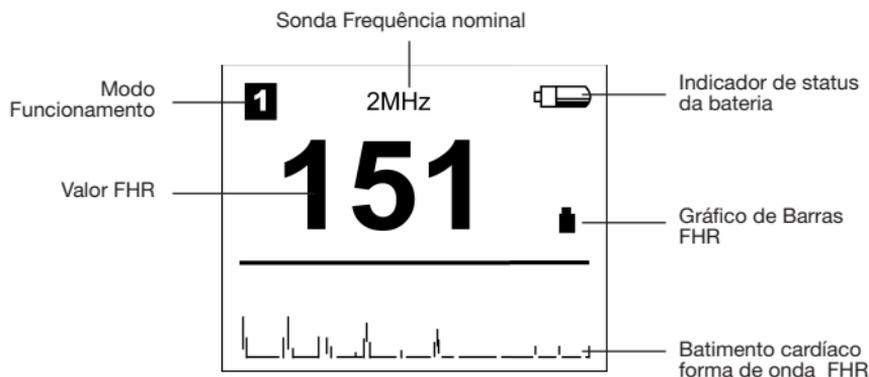

Fig.3-4 Monitor LCD
1. Ligação, pressionando o botão ligação. O monitor LCD é com na Fig. 3-4.